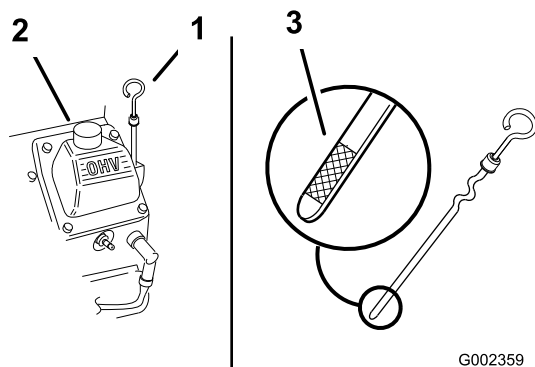

Figure 163
1. Nettoyez la surface autour du bouchon de remplissage et de la jauge d'huile (Figure 163).